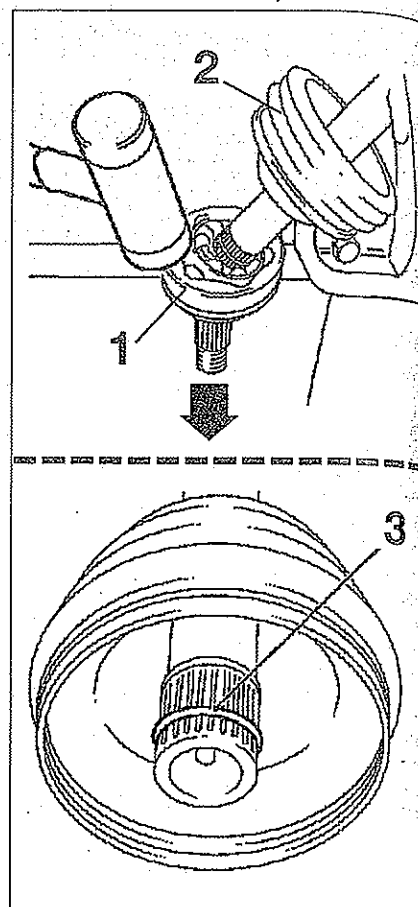

FIG. 4
- Sacar la junta homocinética (1) de las estrías con un martillo pequeño (fig. 4).
- Retirar el fuelle (2).
- Con unos alicates apropiados separar el anillo de seguridad (3) y extraerlo de la junta homocinética.
- Montar un anillo de seguridad nuevo (3) en su ranura.